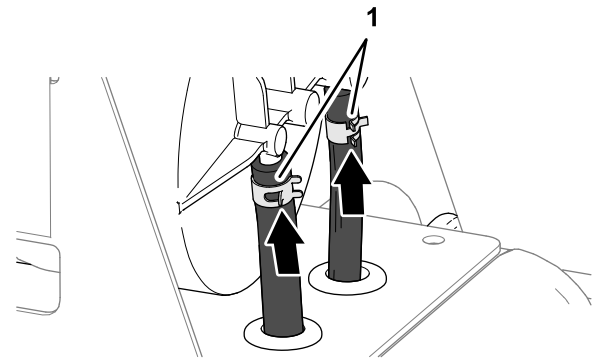

Bild 91
4. Befestigen Sie die Schläuche mit Schlauchklemmen an den Anschlussstücken (**Bild 91**)